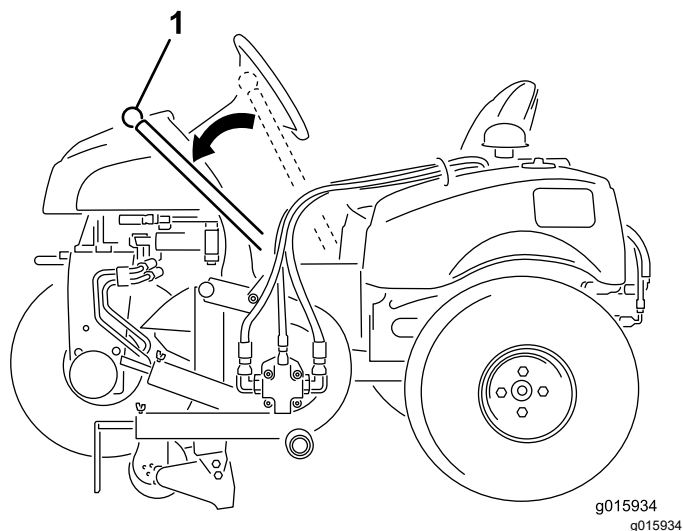

Bild 10
Mit dem Griff können Sie den Kantenschneider anheben und absenken (Bild 10).
2. Drücken Sie den Griff nach außen und senken Sie das Messer des Kantenschneiders auf den Boden ab (Bild 10).
- Drücken Sie den Griff nach außen und heben Sie das Messer des Kantenschneiders in die Transportstellung an (Bild 10).